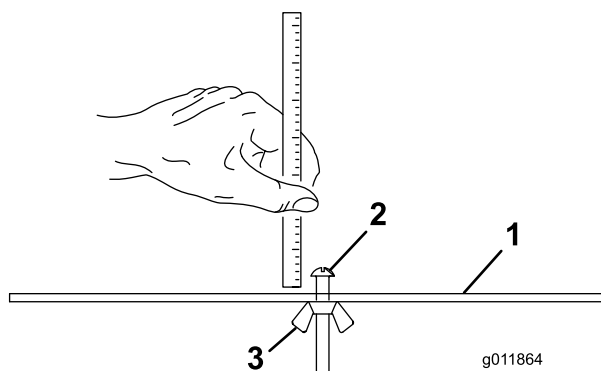

Figura 18
2. Desaperte a porca da barra indicadora (Figura 18) e regule o parafuso de ajuste para a altura de corte desejada. A altura de corte corresponde à distância entre a parte inferior da cabeça do parafuso e a superfície da barra.